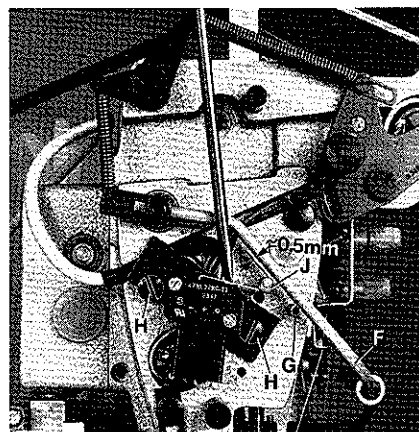
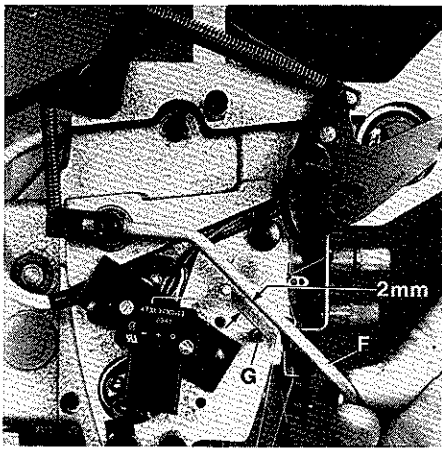

Fig.57
Fig. 58
Loosen the two screws (H, Fig.57) and position the micro switch so the roller lever (J) of switch has still an end play of approx.0,5 mm (.020 in.) (see Fig.57) below actuating lever (F) resting on roll pin (G), in order not to damage the switch. Retighten screws (H). The micro switch is set correctly when the motor of the metering device switches off at the time the actuating lever (F, Fig.58) has raised by 2 mm (5/64 in.) (see Fig.58) from roll pin (G).
Lösen Sie die beiden Schrauben (H, Fig.57) und positionieren Sie den Mikroschalter so, daß der Rollenhebel (J) des Schalters noch etwa 0,5 mm (siehe Fig.57) Spiel nach unten hat, wenn der Schaltbügel (F) an der Spannhülse (G) anliegt, damit der Schalter nicht beschädigt wird. Ziehen Sie die Schrauben (H) wieder an.
Der Mikroschalter ist richtig eingestellt, wenn beim Abheben des Schaltbügels (F, Fig.58) von der Spannhülse (G) um 2 mm (siehe Fig.58), der Motor des Zumeßgeräts ausschaltet. Montieren Sie den Kopfdeckel, den Führungsbügel und die Rändelschraube mit Stelling wieder.